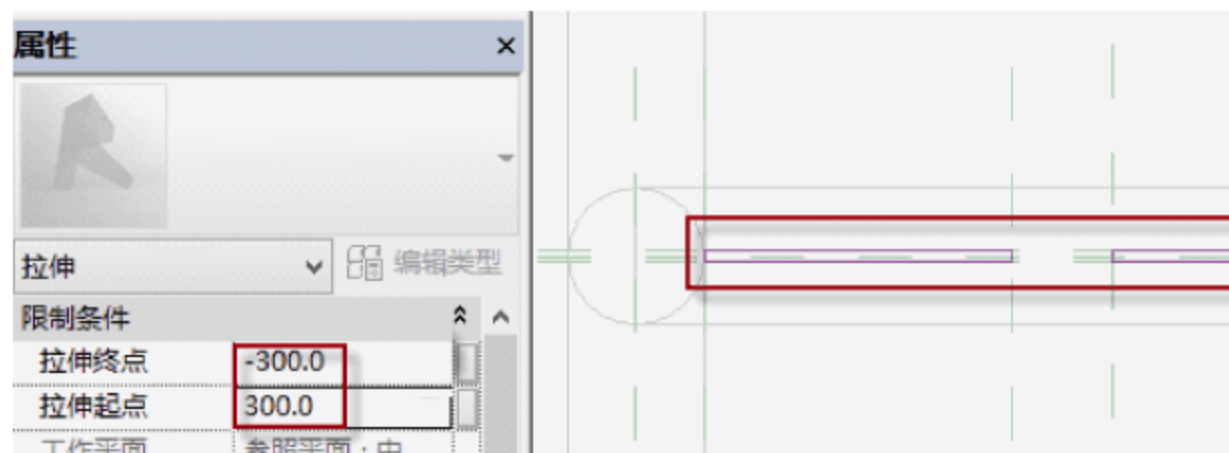

图 8.2.55 绘制隔板
(23) 隔板是长度为 580mm，宽度为 90mm，高度为 3mm 的板，其间隔为 30mm。进入“前立面”视图，按快捷键 R+P 和 C+O 绘制参考线。选择“创建”→“拉伸”→“矩形框”命令，绘制图框，在“属性”面板中编辑“拉伸起点”和“拉伸终点”的数值（300，-300），然后单击√按钮，如图 8.2.55 所示。